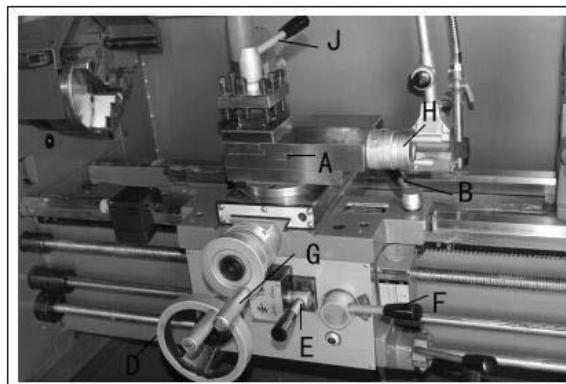

Рисунок 15
**Блокировка резцовых салазок (A, рис.15)** - шестигранный винт, расположенный на левой стороне резцовых салазок. Поверните по часовой стрелке, чтобы заблокировать суппорт и против часовой стрелки, чтобы разблокировать.
**Блокировка каретки (B, рис.15)** - рукоятка блокировки, расположенная на верхней части каретки. Поверните по часовой стрелке, чтобы заблокировать каретку. Поверните против часовой стрелки, чтобы разблокировать.
**Маховик продольной подачи** - (D, рис.15) - расположен на фартуке. Поверните маховик по часовой стрелке, чтобы передвинуть блок фартука к задней бабке. Поверните колесо против часовой стрелки, чтобы перевести блок фартука в направлении передней бабки.
**Выбор подачи** (E, рис.15) - расположен в центре передней части фартука. Нажатие рычага влево и вниз активирует функцию поперечной подачи. Нажатие рычаг вправо и вверх активирует функцию продольной подачи.
**Рукоятка включения маточной гайки** (нарезка резьба) (F, рис.15) - расположена на передней части фартука. Поверните рычаг вниз для включения. Поверните рычаг вверх для отключения.
**Маховик поперечной подачи** (G, рис.15) - расположен над узлом фартука. Вращайте по часовой стрелке или против часовой стрелки для перемещения или установки в заданном положении.
**Маховик поперечного движения резцовых салазок** (H, рис. 15) - расположен на конце резцовых салазок. Поворачивайте по часовой стрелке или против часовой стрелки для перемещения или установки в заданном положении.
**Рукоятка зажима резцодержателя** (J, рис. 15) - расположена на верхней части резцодержателя. Поверните против часовой стрелки, чтобы ослабить и по часовой стрелке, чтобы затянуть.